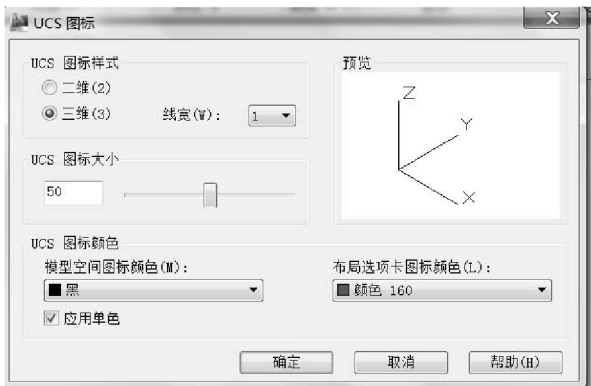

图 11-10 【UCS 图标】对话框
- 特性：显示【UCS 图标】对话框，从中可以控制 UCS 图标的样式、可见性和位置，如图 11-10 所示。